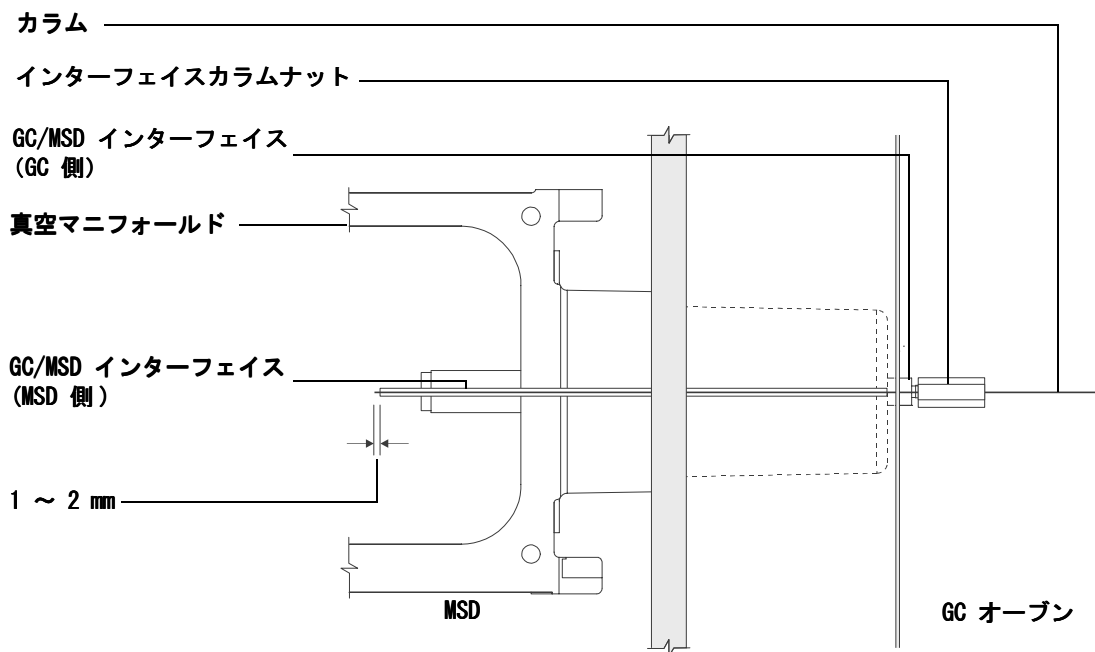

図 11 MSD - GC カラムの接続
- 10 カラムを GC/MS インターフェイスの端からアナライザ内部に 1 ～ 2mm 突き出すように調整し、ナットを手で締めます。図 11 を参照してください。